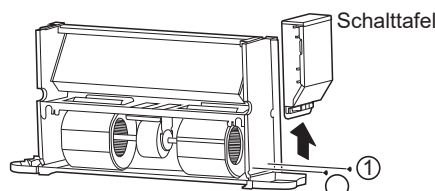

Abb. 4-7 Ausbau der Schalttafel
- Wie in Abbildung 4-7 dargestellt, entfernen Sie die 2 Schrauben ①, um die Schalttafel abzunehmen.